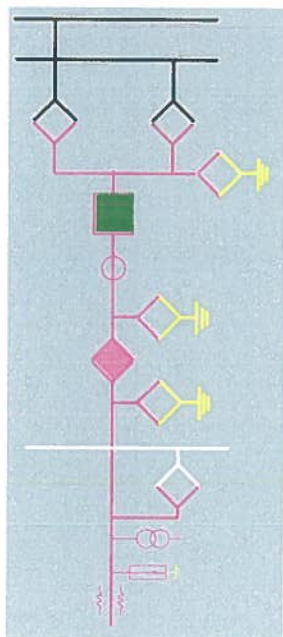

Fig. 7.78
- c. Un alt caz este acela în care nu se cunoaște poziția separatorului sau acesta este într-o poziție „necunoscută/nedefinită”. În această situație va fi colorat cu magenta atât separatorul cât și zona până în polul deschis al următorului echipament de comutație (fig. 7.78).